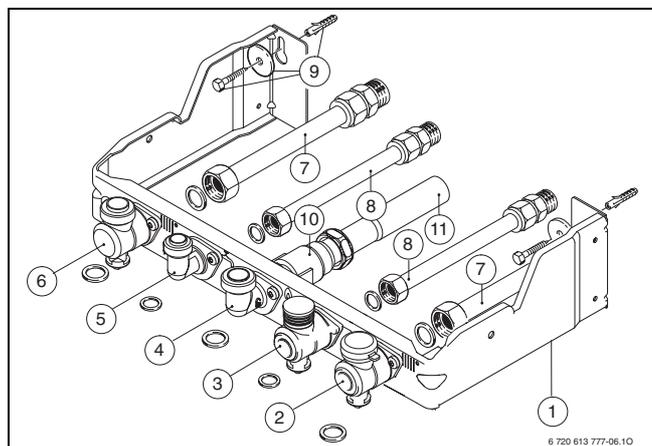
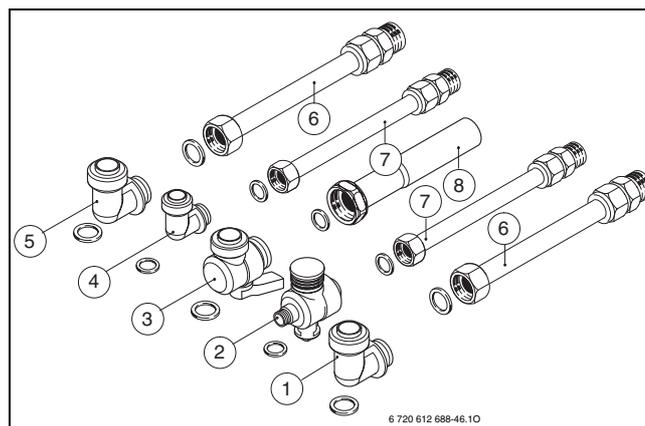

Fig. 9 Placca rubinetteria, accessorio DOS GA 5/18
Fig. 10 Accessorio raccordi di collegamento nr. 1151
Legenda di fig. 10:
- ▶ Utilizzare quindi i tappi di chiusura, accessorio 7709000227, per ostruire i 2 raccordi (fig. 9 pos. 3 e 5 e fig. 10 pos. 2 e 4) a corredo della placca rubinetteria o del kit raccordi..